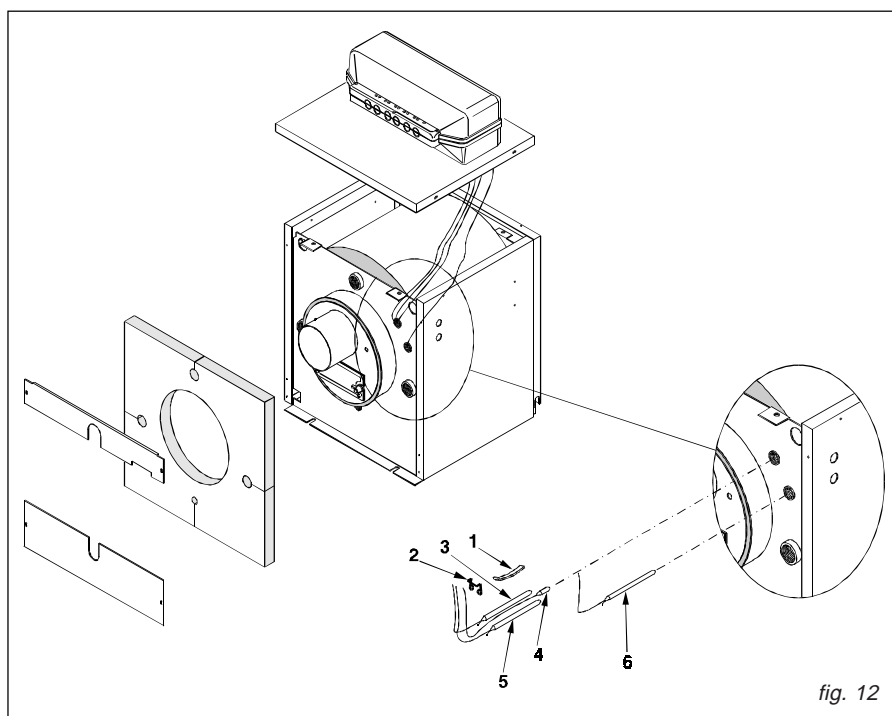

fig. 12
- Fissare il pannello strumenti sul pannello superiore (pos.1), indirizzando nel foro centrale del pannello i cavi elettrici in entrata ed i capillari delle sonde in uscita ed inserire i capillari nelle apposite guaine fermandoli con le mollette (fig. 12, pos. 2) date a corredo.
- Inserire il cavo del bruciatore in una delle due feritoie ricavate in basso ai lati del pannello frontale e fissarlo con un presacavo (fig. 12, pos. 3).
- Montare la spina del bruciatore (fig. 12, pos. 4) (N.B. per il collegamento dei fili, sia del cavo bruciatore che della linea e della pompa, vedere schema elettrico a pag. 12).
Le sonde dei termostati andranno riposizionate nei pozzetti nel modo indicato in fig. 12. Montare nell'ordine nel pozzetto superiore, il bulbo del termometro (4), del termostato di sicurezza (3) e del termostato di regolazione (5); montare nel pozzetto inferiore il bulbo del termostato di minima (6) e bloccare i capillari con la molletta di sicurezza (2) dopo aver inserito la molla di contatto (1).